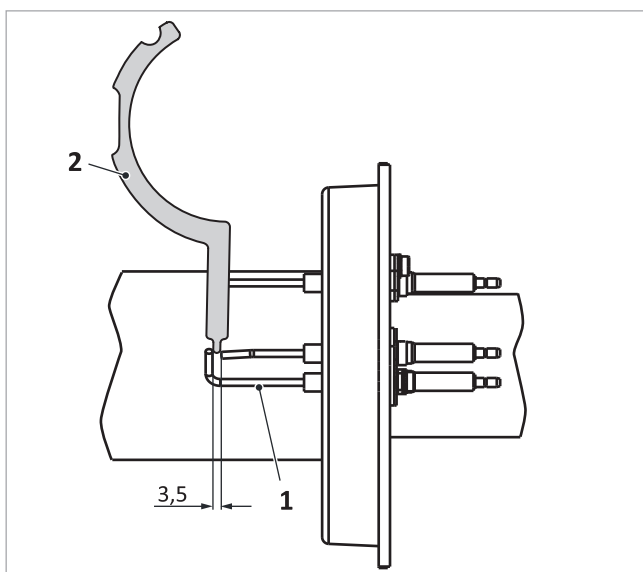

Abb. 33: Abstand Elektrode zur Masse an der Zündelektrode
1. Abstände der Ionisationselektrode mit Hilfe einer Elektrodenlehre → Abb. 33 (2) überprüfen (ggf. durch vorsichtiges Biegen korrigieren).
- Elektroden untereinander → Abb. 33 (1): 3,5 mm